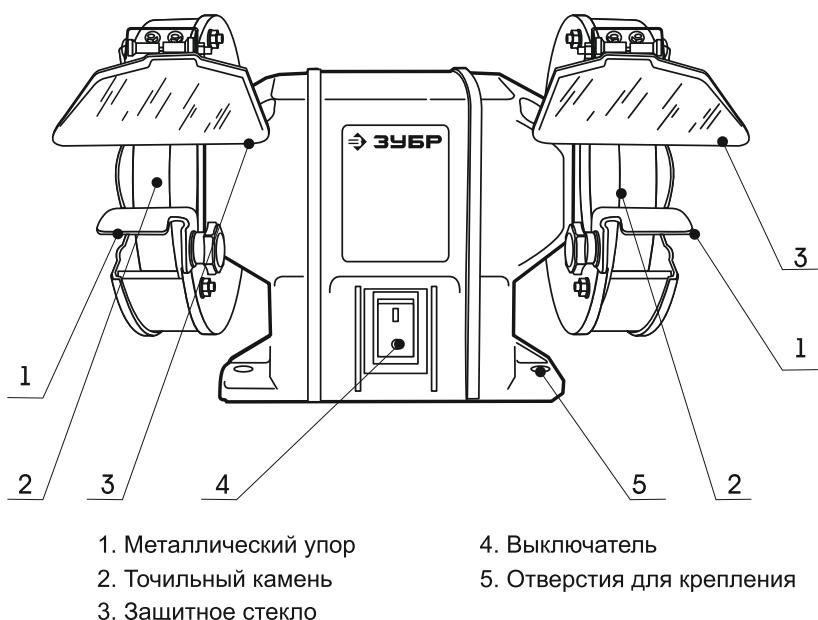

Рисунок 1.
4.1. Общий вид станка точильного электрического представлен на рис. 1
4.3. Перед началом работы установите / проверьте надежность крепления металлических упоров 1 (рис.1), а также защитных стекол, схема установки которых показана на рис 2.
4.4. Включение / выключение станка точильного электрического осуществляется с помощью выключателя 4 (рис.1).
4.11. Располагайте машину только на гладкой и ровной поверхности. При необходимости закрепите станок на столе используя отверстия крепления 5 (рис.1)